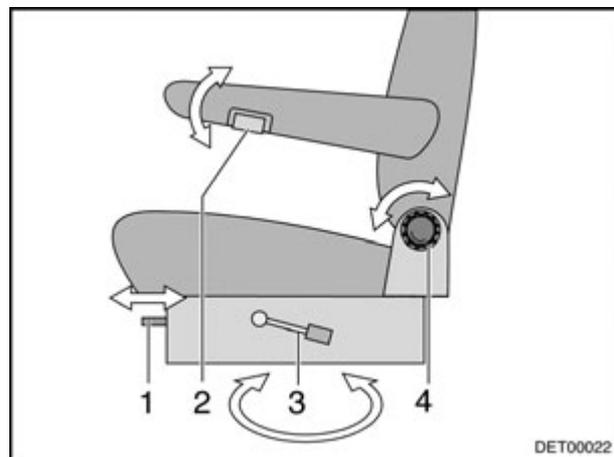
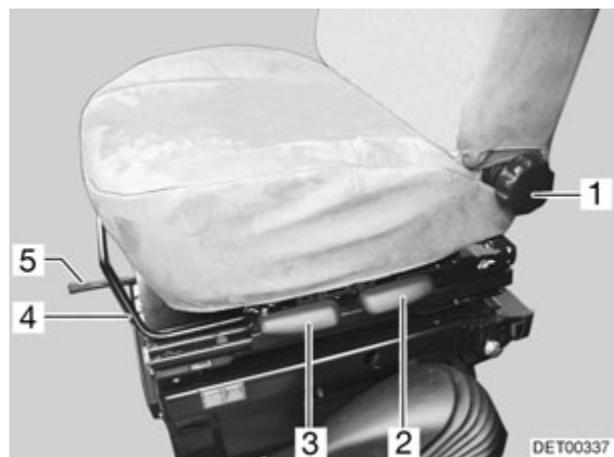

Fig. 55 Siège conducteur et siège passager (variante 1)
Fig. 56 Siège conducteur et siège passager (variante 2)
- Tirer sur le levier (Fig. 55,3 ou Fig. 56,5) pour faire pivoter le siège. Le siège est libéré du dispositif de blocage.